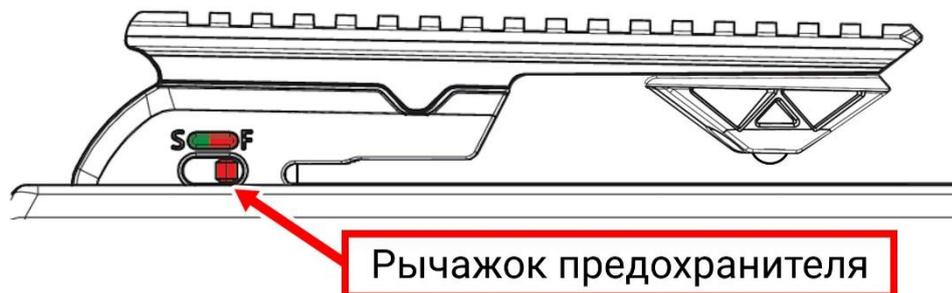

Рис.7
3. Убедитесь, что арбалет снят с предохранителя (положение рычажка «F»). Если арбалет на предохранителе (положение «S»), передвиньте рычажок в положение «F» перед взведением (Рис.7).